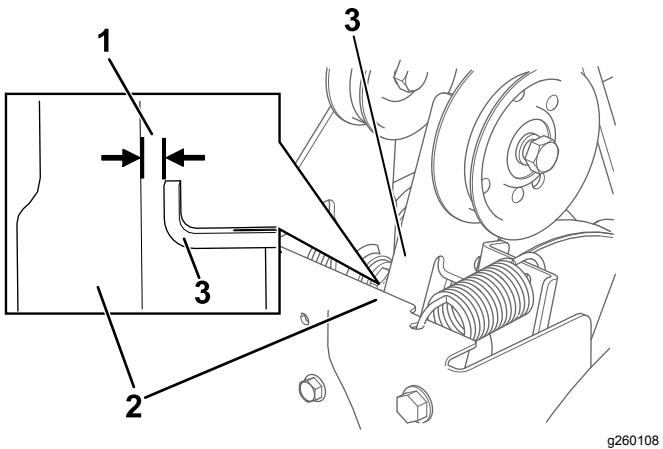

Рисунок 36
3. При отпущенном рычаге шнека/крыльчатки убедитесь, что зазор между рычагом муфты шнека и рамой машины составляет 1,5 мм как показано на (Рисунок 36).